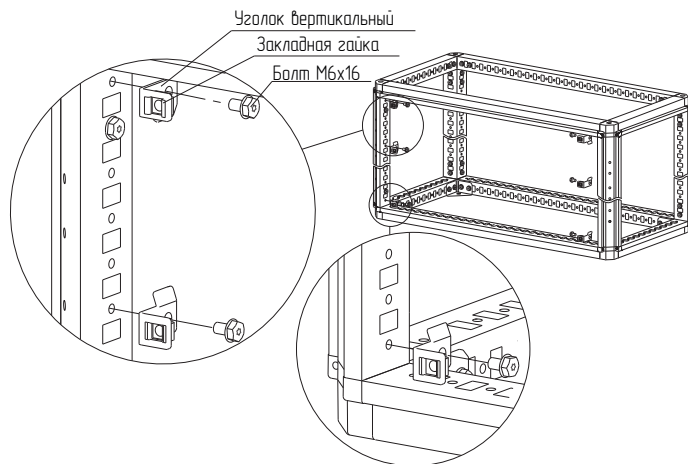

Рисунок 52
4.28.2 В уголки установить закладные гайки и закрепить на каркасе болтами М6х16 в местах, соответствующих высоте фальш-панели внешней компенсирующей (рисунок 52). Момент затяжки – 7 Н·м.